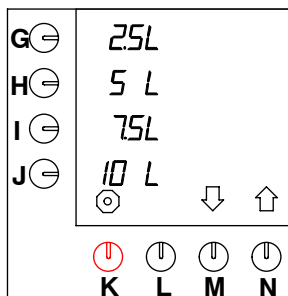

Fig. 23 Tasti standard di preselezione
L'unità di misura standard della macchina è il litro (l). Questa unità può essere modificata (la visualizzazione di questa unità viene impostata come standard con i tasti di preferenza, vedere fig. 23).
- Premere il tasto di selezione (N.)↑ fino a che sullo schermo viene visualizzato quanto illustrato nella fig. 23 .